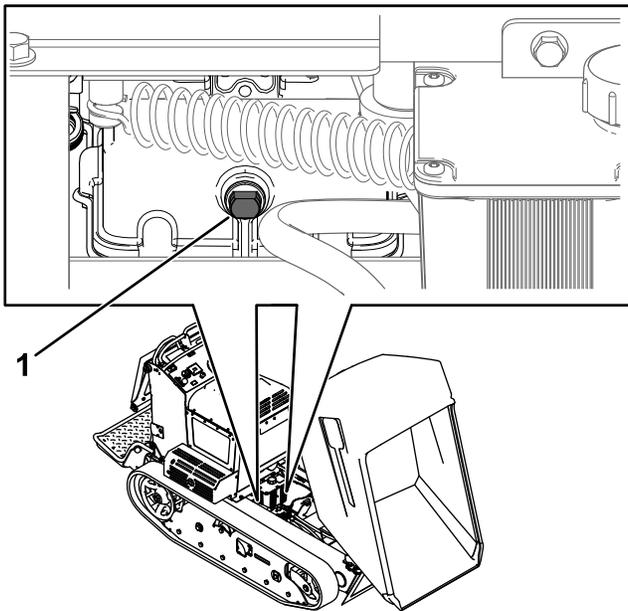
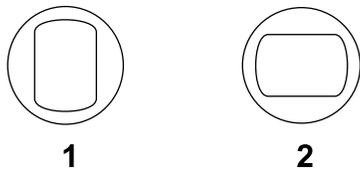

Figura 14
Figura 15
3. Usando una llave inglesa, gire la válvula de desvío de los transejes izquierdo y derecho hasta que los lados planos de la cara de la válvula estén orientados a la izquierda y a la derecha (posición de remolcado), como se muestra en la Figura 14 y la Figura 15.
5. Después de reparar la máquina, gire las válvulas de desvío hasta que los lados planos estén orientados hacia arriba y hacia abajo (posición de avance), como se muestra en la Figura 15.